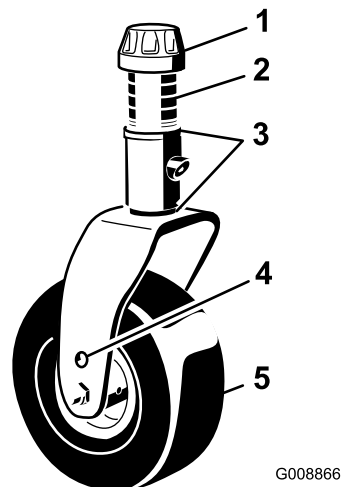

Figura 128
1. Retire a tampa de tensionamento do eixo da roda giratória e desloque o fuso para fora do braço da roda giratória (Figura 128).
Retire a tampa tensora e a forquilha da roda giratória (Figura 128).